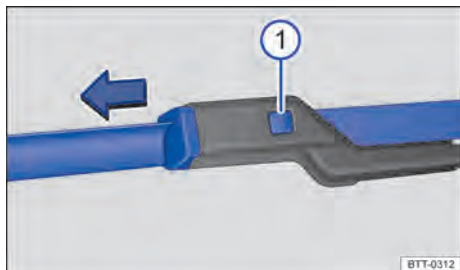

Fig. 148 Substituir as palhetas dos limpadores do para-brisa.
- Manter a tecla de destravamento → Fig. 148  pressionada e, ao mesmo tempo, retirar a palheta do limpador do para-brisa no sentido da seta.